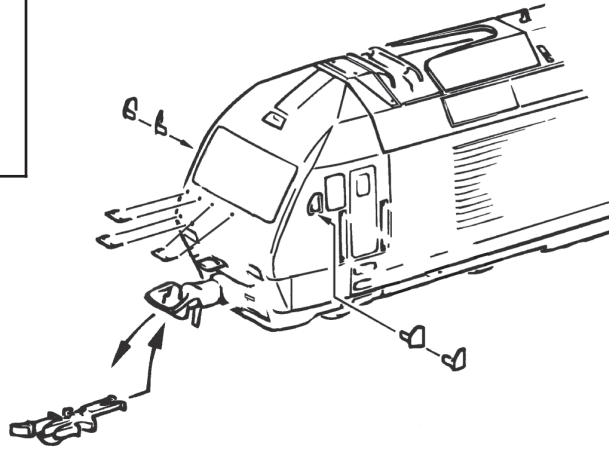

Fig. 4
Mehrzugbetrieb: Zuerst Lokgehäuse abnehmen (Fig. 4). Danach den Brückenstecker aus der Schnittstelle entfernen (diesen sorgsam aufbewahren). Danach den Stecker des Steuerbausteins lagerichtig einsetzen (siehe Fig. 7).
2. Schmierung: Versehen Sie die im Schmierplan in Fig. 5 gekennzeichneten Stellen mit nur **kleinen Öltropfen**. Dazu zuerst das Lokgehäuse abnehmen (Fig. 4). Für die regelmäßige Schmierung der Radachsen empfiehlt es sich, zuerst mit größter Sorgfalt den Getriebedeckel abzunehmen. Die dafür notwendige Vorgehensweise wird in Fig. 8 grafisch dargestellt. Wir empfehlen den ROCO **Öler Art.-Nr. 10906**. Fürs Schmieren der Getriebeteile (Zahnräder, Schnecke) empfehlen wir das **ROCO-Spezialfett Art.-Nr. 10905**. Im Falle der Schmierung diese Teile **nicht ölen**.
4. Kohlebürstenwechsel: Lokgehäuse abnehmen (Fig. 4). Danach wird der Motor ausgebaut und die Kohlebürsten ausgewechselt (Fig. 9).
2. Lubrication: Apply **tiny oil drops** to spots marked in fig. 5. Prior to lubrication dismantle locomotive (fig. 4). We recommend using item no. **10906, ROCO oiler**. For lubrication the gearparts (e.g. cogwheels, worm) we would recommend our ROCO **special grease** (item no. **10905**).
4. Carbon Brush Changing: First remove loco body (fig. 4), and then the motor (fig. 9).
2. Graissage: N'appliquez **qu'une toute petite goutte** aux endroits indiqués par le plan de graissage (fig. 5) après avoir démonté la caisse de la locomotive (fig. 4). Nous vous recommandons le **graisseur à huile ROCO réf. 10906**. Pour graisser les engrenages (roues dentées, vis sans fin) nous vous conseillons la **graisse spéciale ROCO réf. 10905** pour engrenages en matières synthétiques. Lorsque vous utilisez cette graisse il faut éviter d'huiler ces composants.
4. Remplacement des balais du moteur: Démontez la caisse (voir fig. 4). Démontez ensuite le moteur et échangez le balais (fig. 9).